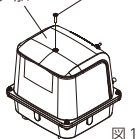

図1
①作業の際はコンセントから電源プラグを必ず抜いてください。
②トラスネジを外します。(図1)